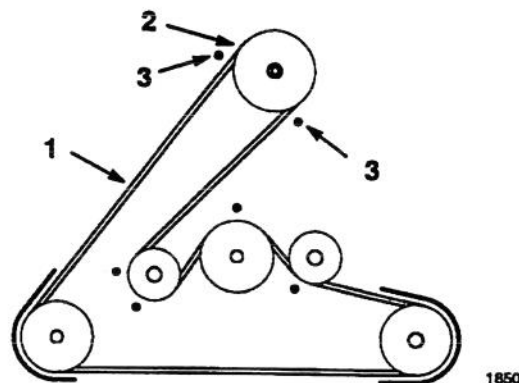

Figure 4
- Poser la courroie de la tondeuse sur la poulie inférieure du moteur (Fig. 4). La courroie peut être posée en écartant avec précaution le(s) guide(s) de la poulie. Si cela est trop difficile, desserrer les boulons et les écrous de fixation des guides de la